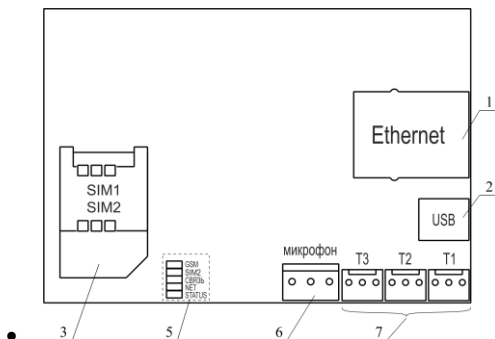

Рисунок 3. Вид на индикаторы и разъемы модуля.
7.3. Модуль имеет органы индикации (см. Рисунок 3, стр. 17):
7.5. После включения прибора индикатор «GSM», установленный на модуле (см. Рисунок 3, стр. 17) не светится несколько секунд, пока выполняется инициализация оборудования. Затем следует длинная серия вспышек.